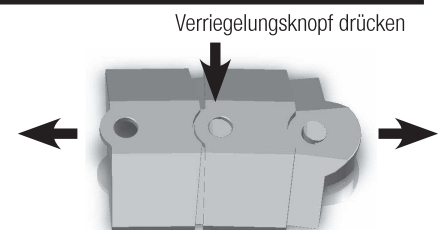

Abbildung 4: Verriegelungsknopf drücken und auseinanderziehen
- Drücken Sie mit einem Schraubendreher oder einem anderen stumpfen Gegenstand auf den Verriegelungsknopf an der Oberseite und ziehen Sie die Segmente auseinander (siehe Abbildung 4).